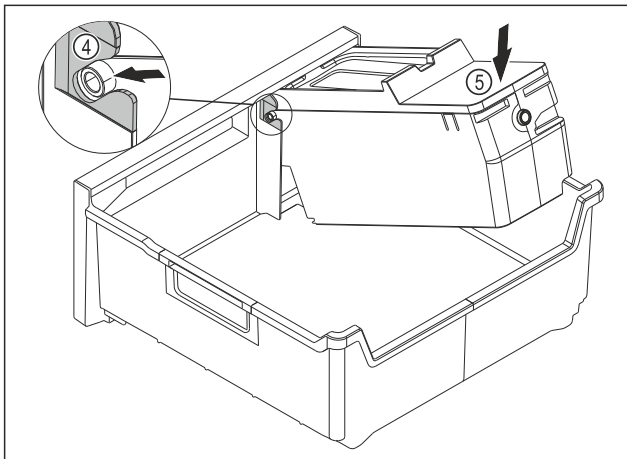

Fig. 125
- Montáž korpusu EasyTwist-Ice: Osy korpusu EasyTwist-Ice zasuňte do vedení Fig. 125 (4).
- Stlačte korpus EasyTwist-Ice Fig. 125 (5) vzadu dolů.